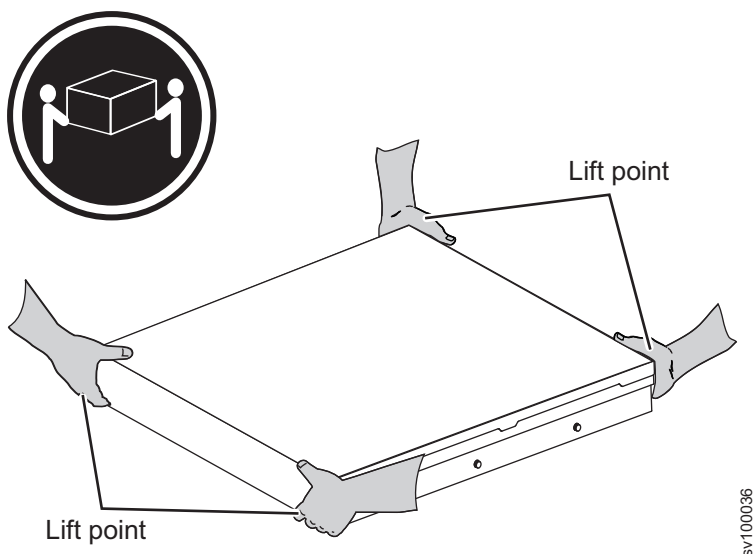

图 31. 将 2145-SV1 节点从机架中抬起
要从机架中卸下 SAN Volume Controller 2145-SV1 节点，请完成以下步骤。在抬起服务器时请确保有两个人；按第 39 页的图 31 中所示来摆放手的位置。
5. 将节点抬起（如第 39 页的图 31 中所示），并将其放置在稳固的平面上。